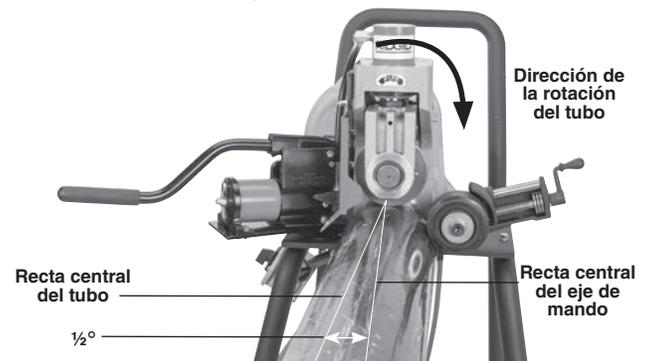

Figura 13 – Desviación del tubo en ½° (exagerado en la imagen)
7. Coloque el tubo y los soportatubos ligeramente descentrados, desviados en aproximadamente ½ grado (como 1 pulgada a 10 pies de distancia desde la ranuradora a rodillos) hacia el operario. Si el tubo y la ranuradora a rodillos están bien alineados, se asegura el correcto recorrido sobre el tubo durante el ranurado (vea la Figura 13). Este es el descentrado apropiado cuando se ranura, y funciona con el estabilizador.